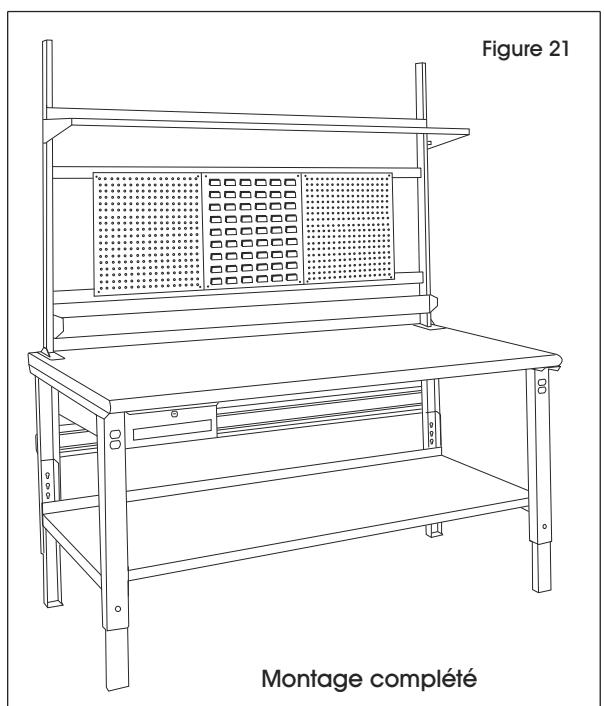

Figure 21
- Le montage est terminé. (Voir Figure 21)